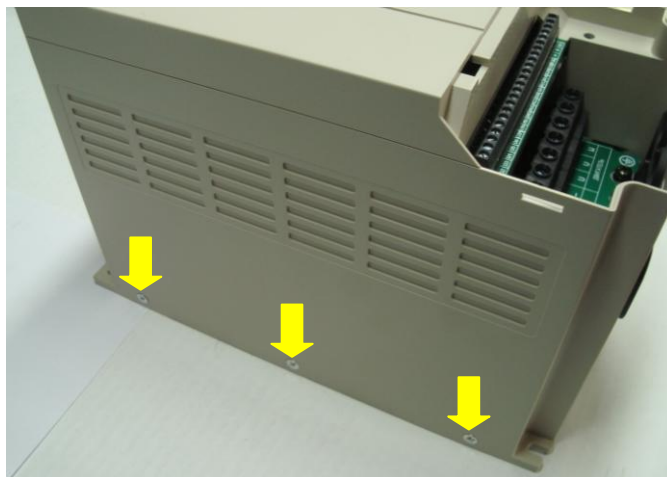

Рис. 6.2
6.2.2 Выкрутить по три винта с правой и левой боковых сторон корпуса (желтые стрелки, рис. 6.2).